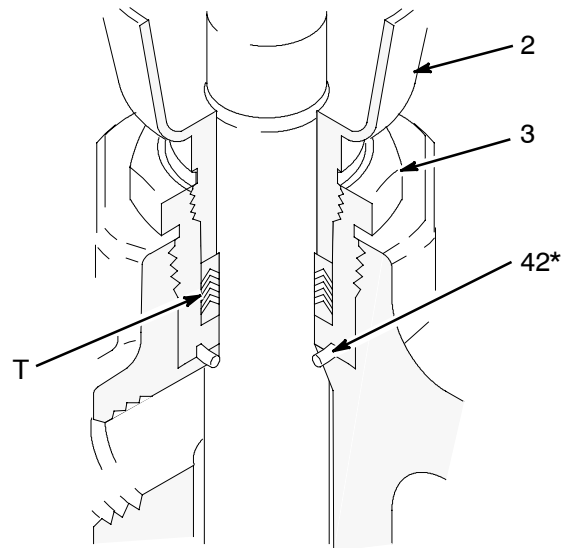

Abb.8
- Mit einem Gummihammer die Kolbenstange (1) und die Schöpfkolbenstange (18) aus dem Auslaßgehäuse (9) und dem Zylinder (10) austreiben. Die äußeren Oberflächen der Stangen mit dem Finger auf Beschädigungen untersuchen.
- Packungsmutter (2) abschrauben. Packungsgehäuse (3) abschrauben und Dichtung (42) entfernen. Halsringe und Kompletteräte (T) entfernen. Siehe Abb. 8